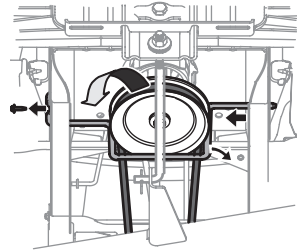

Fig. 42
- Saque el tornillo hexagonal que asegura la varilla guardapoleas del motor al bastidor (Fig. 42).